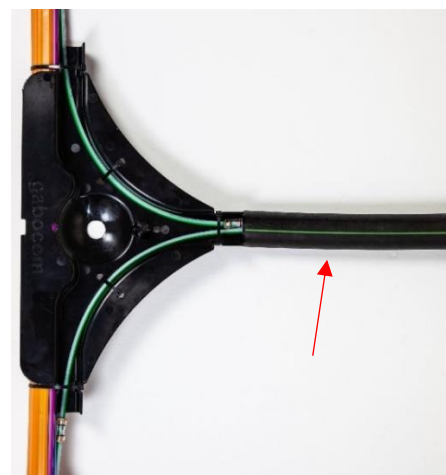

Abb. 3: Variante a: Ausführung mit PE-Rohr
1.2 Verlegen Sie den LWL- Rohrverband vom Infrastrukturübergabepunkt zum Gebäudeeintrittspunkt in einem Installationsrohr (FXP- Schlauch oder PE- Rohr (z.B. Wasserleitungsrohr, siehe Abbildung 3)) mit mind. 32mm Außendurchmesser (nicht im Lieferumfang enthalten; erhältlich im Baumarkt) oder in einem mind. 10cm umlaufenden Sandbett. Achten Sie dabei auf eine Minimierung von Bodenunebenheiten. Wichtig ist, dass der Rohrverband dauerhaft vor Druck- und Quetsch- Schäden geschützt ist.